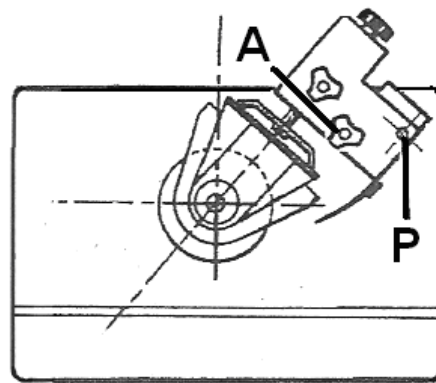

Fig 21
Im Maschinentisch sind dafür eine M8 Gewindebohrung (A, Fig 21) und eine 8mm Indexierbohrung (P) vorgesehen.